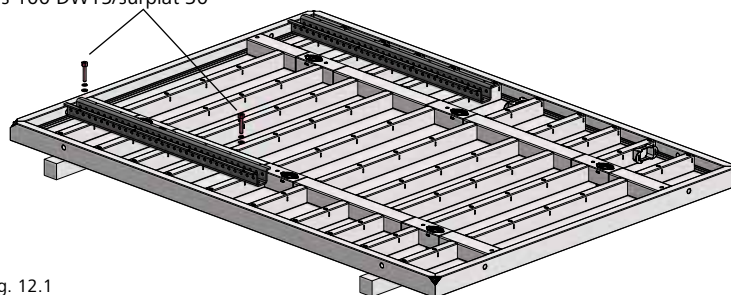

Fig. 12.1
5. Utiliser les 2 x 2 vis intégrées 100 DW15/surplat 30 pour solidariser les deux montants au panneau avec un embout de serrage de 30 mm (Fig. 12.1 et 12.2, et page MIS-11).